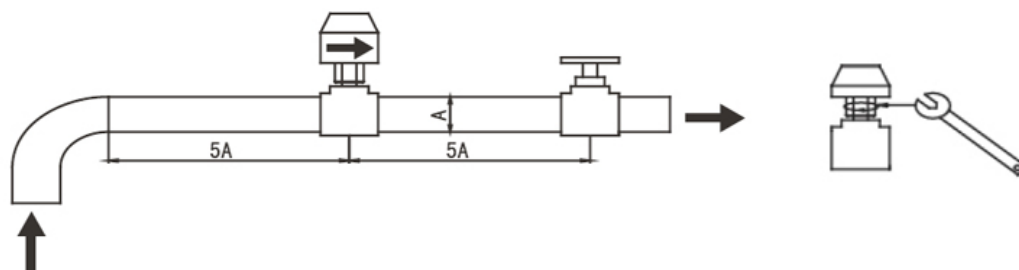

Fig. 4 Schema de montaj controler debit
c. Conducta de pe aspirația vaporizatorului va fi prevăzută cu debitmetru în scopul de a realiza protecția și controlul debitului la unitate. Ambele capete ale debitmetrului vor fi prevăzute cu secțiuni orizontale de conductă dreaptă cu diametrul de 5 ori mai mare decât conducta de intrare. Debitmetru va fi montat în concordantă cu "Regulamentul de montaj și Ghidul pentru Debitmetru" (Fig 4). Cablajele debitmetrului vor fi conectate la panoul electric prin intermediul protecției de copex. (vezi Schema Electrică pentru detalii). Presiunea de lucru a debitmetrului este de 1.0MPa iar interfața este de 1 inch în diametru. După se s-a realizat montajul, debitmetrul va fi reglat corespunzător în conformitate cu debitul unității.